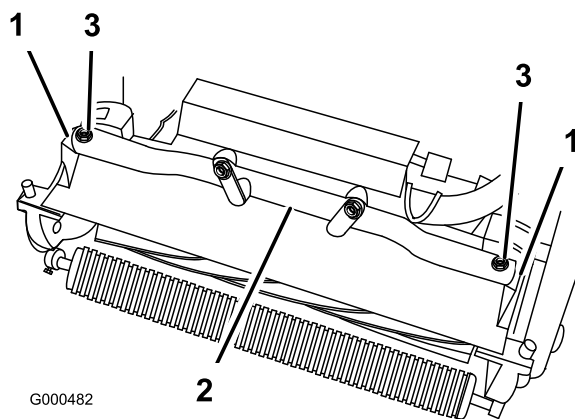

Figure 52
4. Retirez les (2) boulons de fixation des bras de pivot du plateau de coupe au tube du bâti du groupe de déplacement (Figure 52).
5. Tournez les bras de pivot vers l'avant (Figure 52) et appuyez le groupe de déplacement sur la béquille bloquée.